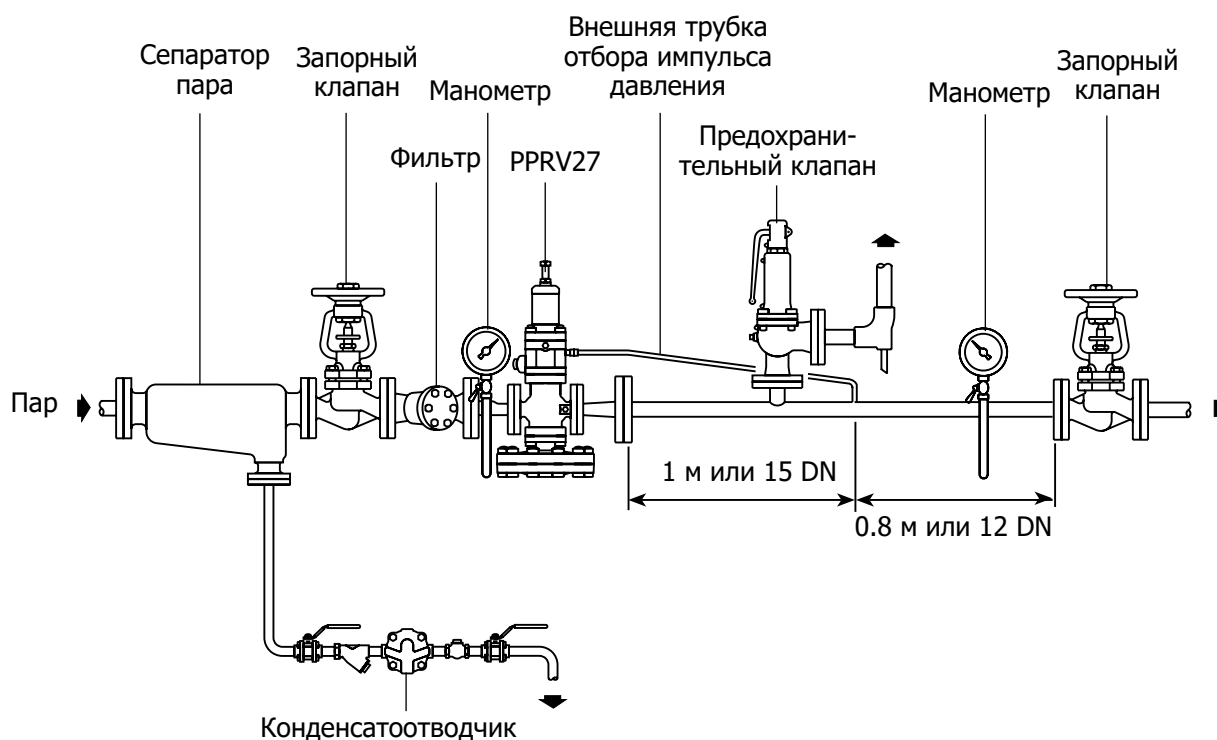
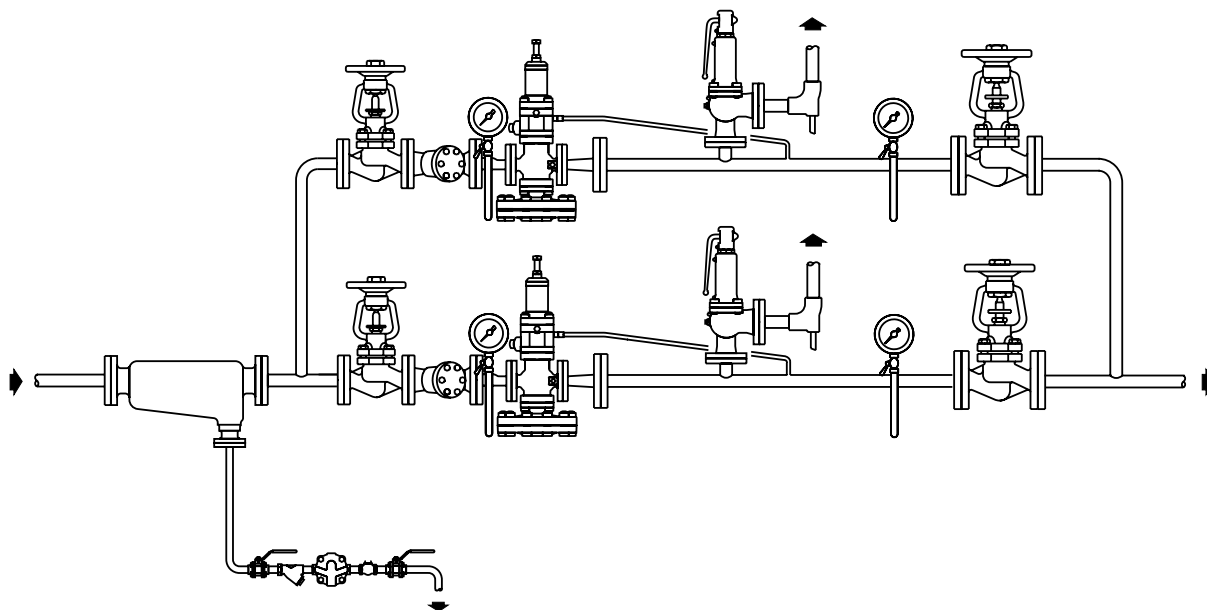
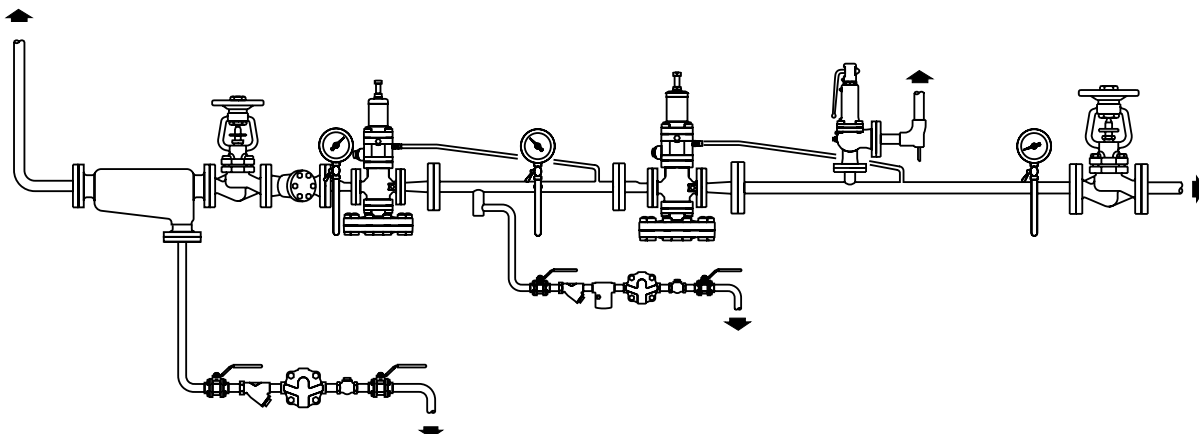

Рис. 3 Рекомендуемая схема монтажа редукционного клапана
Рис. 4 Монтаж двух редукционных клапанов в параллель
Рис. 5 Монтаж двух редукционных клапанов последовательно
3.2 Монтаж клапана (рис. 3, 4 и 5)
Редукционный клапан должен монтироваться на горизонтальном трубопроводе так, чтобы болт для настройки клапана находился сверху (см. рис. 3). Если во время работы расход пара может изменяться в широком диапазоне значений или если требуется повышенная точность поддержания давления за редукционным клапаном, допускается параллельная установка двух или более клапанов (см. рис. 4). При снижении давления более чем в 10 раз рекомендуется рассмотреть возможность последовательной установки двух клапанов. В этом случае, во избежание нестабильной работы, длина паропровода между клапанами должна составлять не менее 50 DN диаметра трубопровода. Кроме того, этот участок трубопровода должен быть оборудован карманом для сбора и отвода образующегося конденсата (см. рис. 5).
3.8 Импульсная трубка (трубка отбора импульста давления) (рис. 3)
Точка подключения внешней импульсной трубки к паропроводу должна располагаться на расстоянии не менее 1 м или 15 DN (в зависимости от того, что больше) от ближайшей арматуры за редукционным клапаном и не менее 0,8 м или 12 DN после точки подключения (см. рис. 3). Трубка должна иметь уклон в направлении движения пара для обеспечения её дренажа. На трубке допускается установка запорного клапана. Если диаметр основного трубопровода не позволяет обеспечить необходимый уклон, подключение трубки допускается выполнять сбоку от трубопровода.
Рис. 5 Расположение редукционного клапана PPRV27 относительно регулирующего клапана, используемого для регулирования температуры воды на выходе из теплообменника